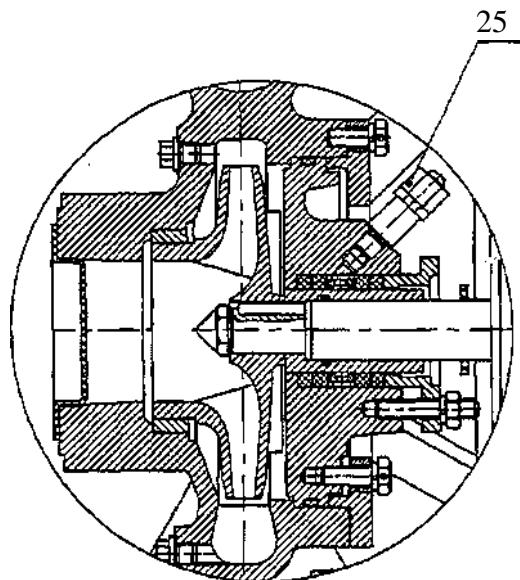

Рисунок 2– Разрез электронасосов 1KM 80-65-160
- отсоединить подвод охлаждающей жидкости от постороннего источника к штуцерам 25 (см. рисунок 2).
8.2.4 Подсоединить подвод охлаждающей жидкости к штуцерам 25 (см. рисунок 2).